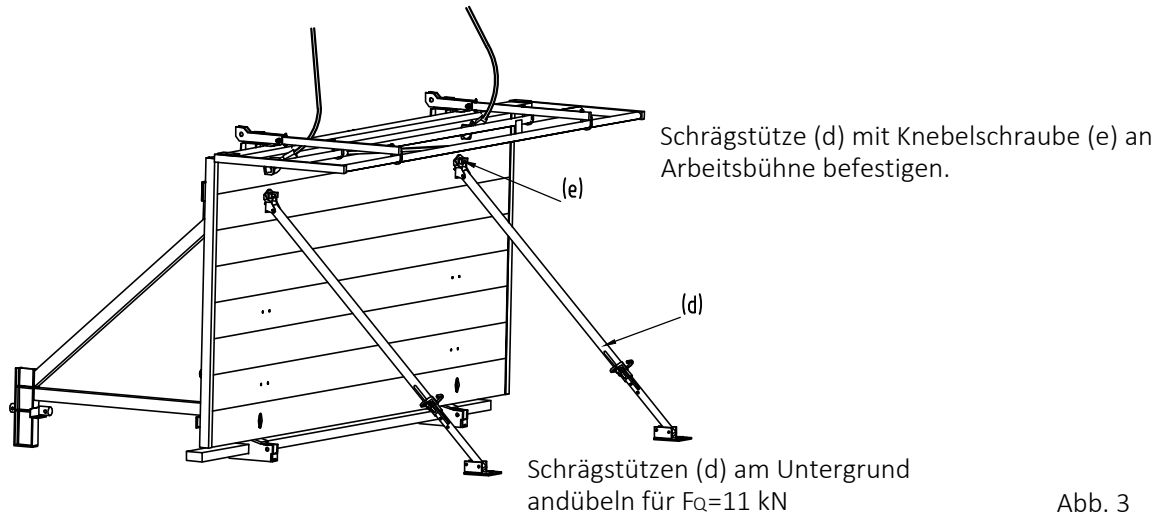

Abb. 3
- 3 Arbeitsbühne absetzen und 2 Schrägstützen (d) mit Knebelschrauben (e) [Teil-Nr. 135009] in Gewindehülse im Bühnenbelag anschrauben und zug- und druckfest am Untergrund andübeln. Erst danach das Kranseil lösen (s. Abb. 3).